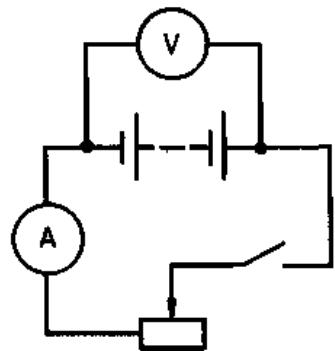

Рис. 1. Схема
- Составить электрическую цепь по схеме (рис. 1).